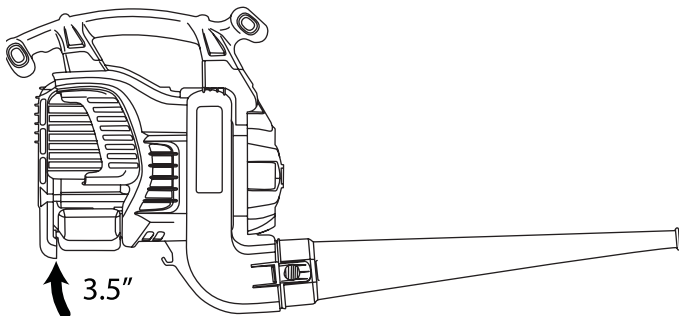

Fig. 21
2. Coloque el motor en una superficie a nivel (Fig. 21).
3. Levante 3.5 pulgadas (9 cm) la parte posterior de la unidad para poder leer bien el nivel de aceite (Fig. 21).